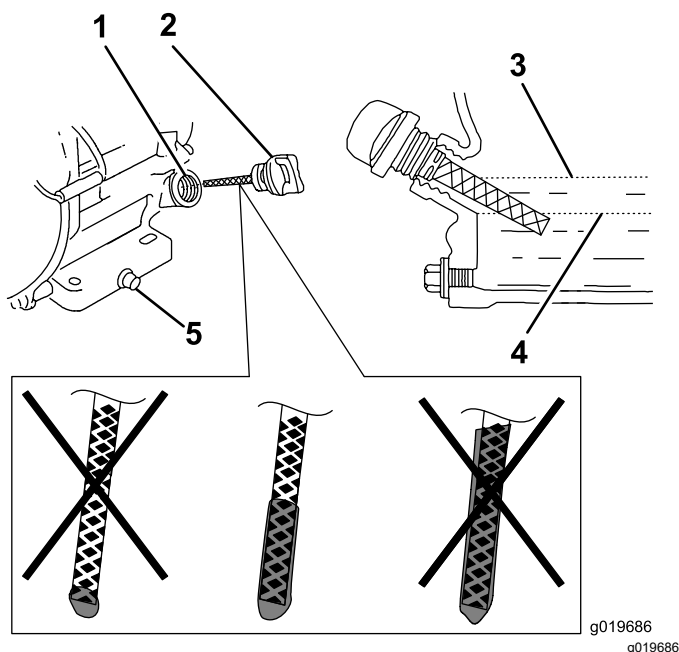

Рисунок 30
6. Выньте щуп и проверьте уровень моторного масла (Рисунок 30).